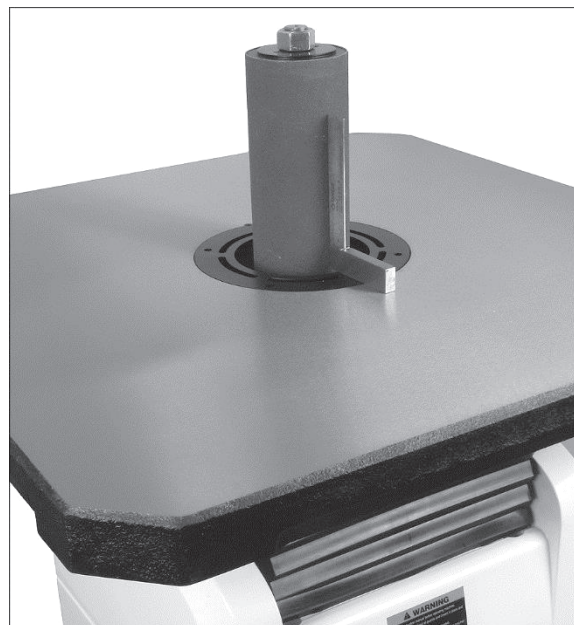

Figure 13 : réglage de l'arrêt d'inclinaison
2. Assurez-vous que la goupille (C) est de nouveau engagée pour entrer en contact avec la vis d'arrêt. Positionnez la table à zéro (90 degrés) contre la vis d'arrêt (D).
3. Placez l'équerre sur la table et contre la partie avant du tambour ou de la broche (Figure 13).
4. Tournez la vis (D) jusqu'à ce que l'équerre soit placée contre la table et la broche/le tambour.
5. Si nécessaire, desserrez l'aiguille (E) et alignez avec le marquage à zéro degré.
6. Inclinez la table de 45 degrés et contrôlez la précision de la vis d'arrêt à 45 degrés (F). Réglez si nécessaire.